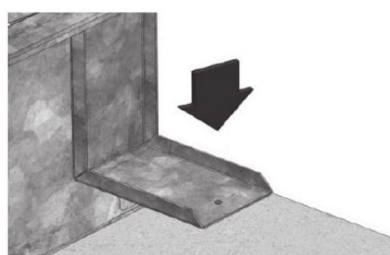

FIG.3
- 5- Le staffe metalliche sono predisposte per un eventuale fissaggio al solaio tramite vite (fig. 3)
4- Fissare le staffe metalliche accessorie alle viti sporgenti presenti negli angoli del taglio termico della serranda facendo attenzione che il lato della staffa in appoggio alla serranda non sporga dal filo esterno della flangia. Per il fissaggio, utilizzare i dadi filettati forniti con le staffe (fig. 3)